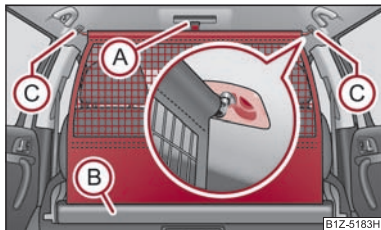

Fig. 63 Quitar la red de separación
- Tire de la red divisoria por la lengüeta **A** y sáquela de la carcasa **B** ⇒ fig. 63.
- Tire de la barra transversal un poco hacia atrás, primero en un lado y seguidamente en el otro lado, y saque la barra transversal de los alojamientos **C** ⇒ fig. 63.